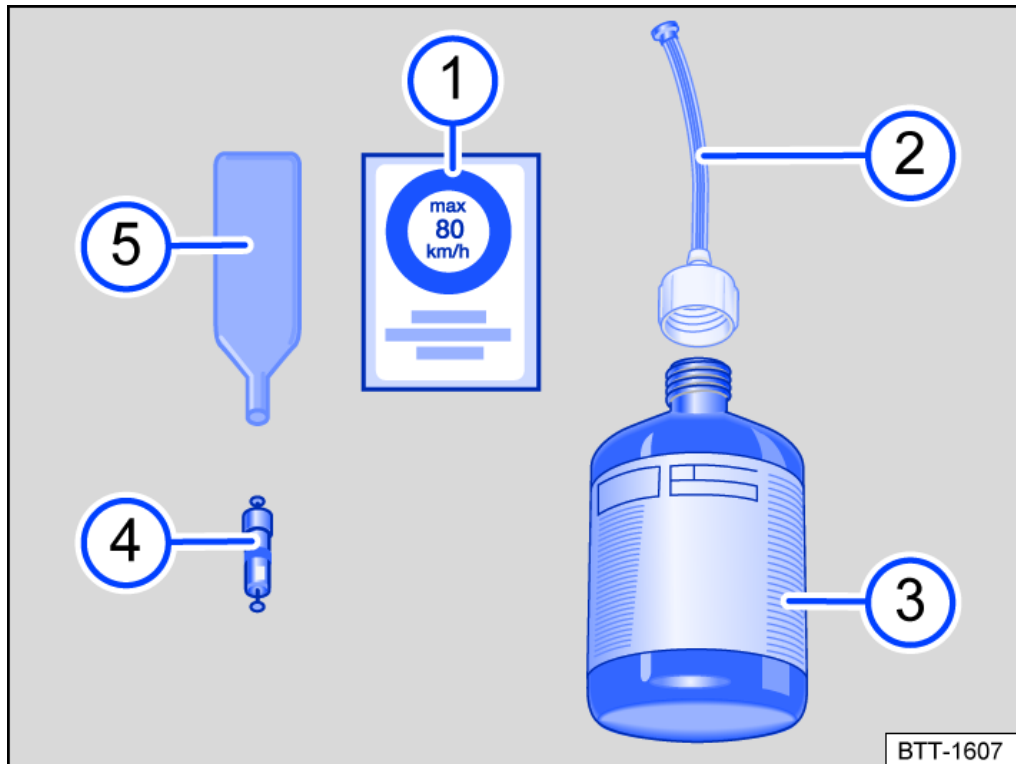

Abb. 1 Prinzipdarstellung: Bestandteile des Pannensets.
Das Pannenset besteht aus folgenden Bestandteilen → *Abb. 1* :
- ① Aufkleber mit der Geschwindigkeitsangabe „max. 80 km/h“ oder „max. 50 mph“
- ② Einfüllschlauch mit Verschlussstopfen.
- ③ Reifenfüllflasche.
- ④ Ersatz-Ventileinsatz.
- ⑤ Ventileinsatzdreher.
Der **Ventileinsatzdreher** → *Abb. 1* ⑤ hat am unteren Ende einen Schlitz, in den der Ventileinsatz passt. Nur so kann der Ventileinsatz aus dem Reifenventil heraus- und wieder hineingedreht werden. Das gilt auch für den Ersatz-Ventileinsatz ④.